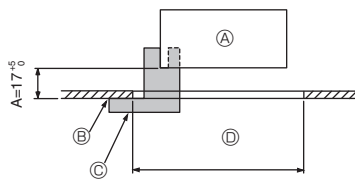
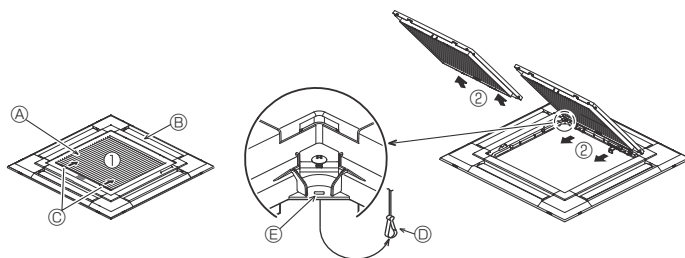
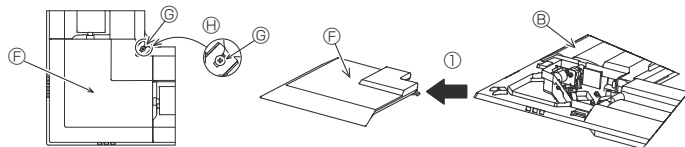

Fig. 9-2
Fig. 9-3
Fig. 9-4
① Gitter	1	950 × 950 (mm)
② Installationsmessgerät	1	(In 4 Teile unterteilt)
③ Schraube (4 × 16)	1	Für PLP-6EAE, PLP-6EALME2
④ Eckplatte für den i-see sensor	1	Für PLP-6EAE, PLP-6EALME2
⑤ Drahtlose Fernbedienung	1	Für PLP-6EALME2, PLP-6EALME2
⑥ Fernbedienungshalter	1	Im Lieferumfang enthalten, wenn die drahtlose Fernbedienung vorhanden ist. *
⑦ LR6-AA-Batterien	2	Im Lieferumfang enthalten, wenn die drahtlose Fernbedienung vorhanden ist. *
⑧ 3,5 × 16 Gewindeschneid-schrauben	2	Im Lieferumfang enthalten, wenn die drahtlose Fernbedienung vorhanden ist. *
9.2. Vorbereitung zum Anbringen des Gitters (Fig. 9-2)
- Mit der mit diesem Bausatz gelieferten Lehre ② die Position des Hauptgeräts im Verhältnis zur Deckenoberfläche überprüfen. Wenn das Hauptgerät im Verhältnis zur Deckenoberfläche nicht richtig positioniert wird, kann Luft austreten, oder es kann sich Kondensationsflüssigkeit ansammeln.
- ① Hauptanlage
- ② Oberfläche der Decke
- ③ Installationsmessgerät ② (in das Hauptgerät eingeführt)
- ④ Maße der Deckenöffnung
9.2.1. Das Ansauggitter abnehmen (Fig. 9-3)
- Zum Öffnen des Ansauggitters die Hebel in die Richtung, die durch Pfeil ① gekennzeichnet ist, schieben.
- Das Scharnier des Ansauggitters bei geöffnetem Ansauggitter (Position „offen“) vom Gitter wie durch Pfeil ② gekennzeichnet, abnehmen.
9.2.2. Die Eckplatte abnehmen (Fig. 9-4)
- Die 4 Schrauben an der Ecke lösen. Die Eckplatte in Pfeilrichtung ① in der Abbildung schieben und die Eckblende abnehmen.
[Fig. 9-3] [Fig. 9-4]